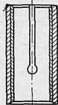

Рис. 9. Втулка водяного насоса
2. Для устранения заедания валиков водяного насоса втулки их выполнены биметаллическими (баббит залит по стали). Смазка валиков втулки улучшена путем введения специальной канавки (рис. 9).